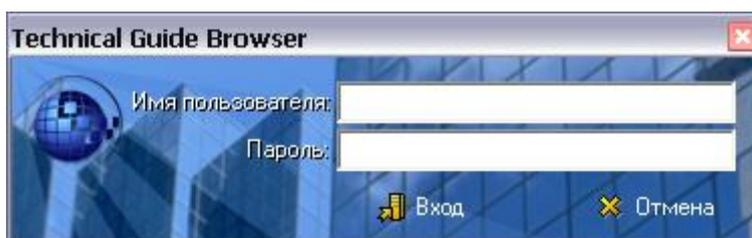

Рис. 200
1. В папке с защищенной публикацией запустите файл TGBrowser.exe. После этого откроется окно входа в TG Browser (Рис. 200).